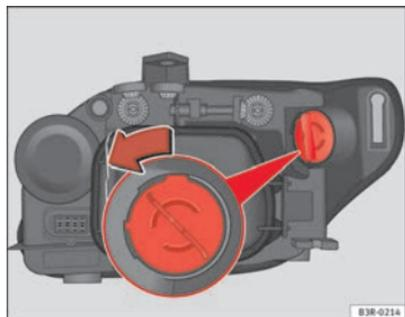

Fig. 203 DRL (feux de jour)
- Tournez le porte-ampoule dans le sens inverse des aiguilles d'une montre en le saisissant par la poignée ⇒ fig. 203. Retirez le support et l'ampoule.